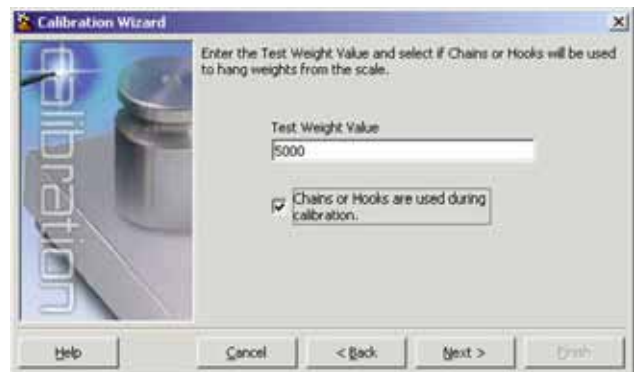

Figura 4-5. Pantalla iRev 4 para Valor de Peso de Prueba
3. Ingrese el peso de prueba (Figura 4-5). Si se emplean cadenas y ganchos para sostener las pesas, verifique la casilla abajo del ingreso del peso. Esto agrega un paso de recalibración del Cero en la secuencia de calibración.